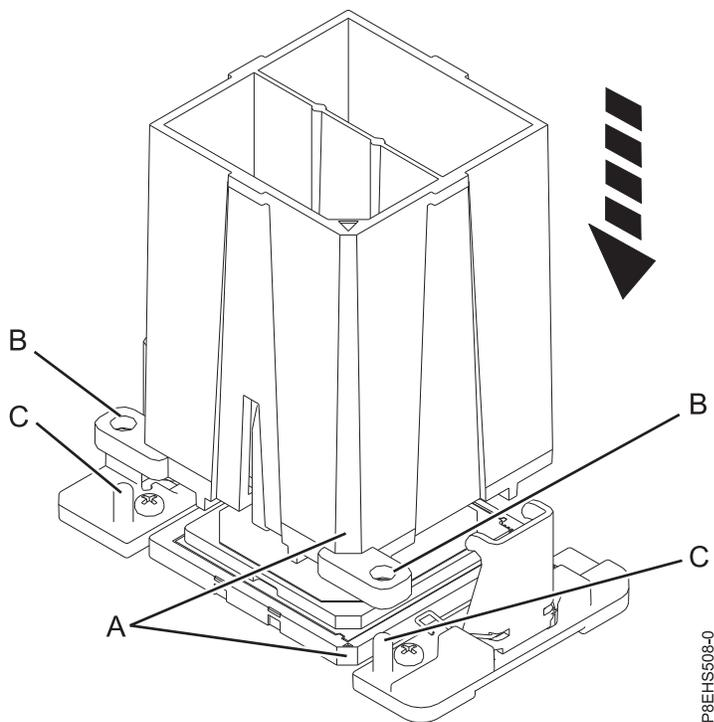

Figura 74. Abaixando a ferramenta de remoção no módulo de processador do sistema
- a. Usando a ferramenta de remoção fornecida (número da peça 01AF101), alinhe o canto biselado (**A**) da ferramenta sobre o canto biselado do módulo de processador do sistema conforme mostrado em Figura 74 na página 67.